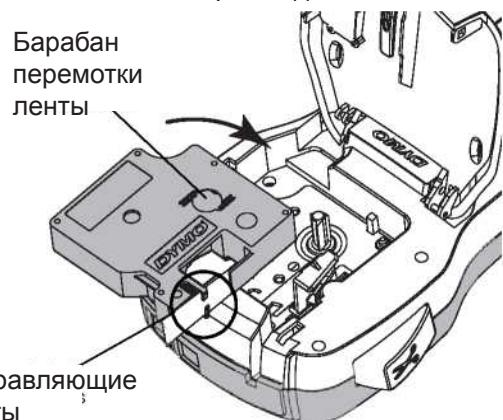

Рисунок 5
- Убедитесь, что лента тую натянута на выходе кассеты и что лента проходит между направляющими этикетки. См. рис. 5.